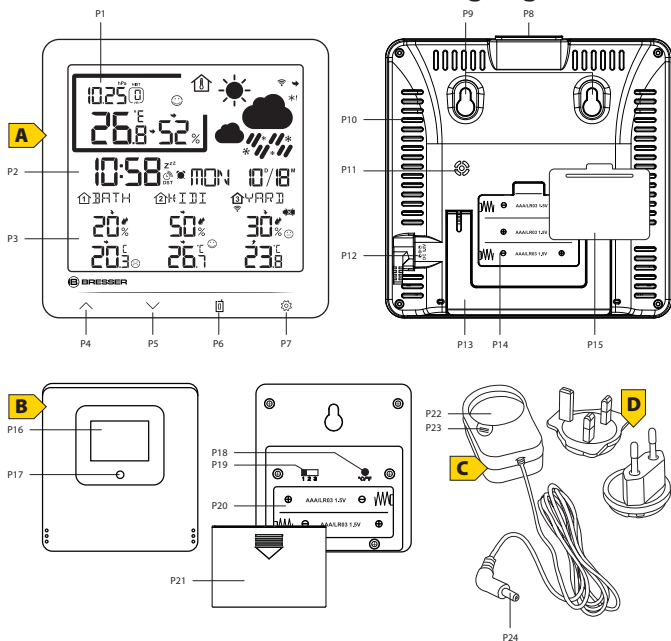

Fig. 1: Alle Teile der Basisstation (oben), der Sensoren (unten links) und des AC-Netzadapters (unten rechts) in der Übersicht.
3. Teileübersicht und Lieferumfang (Fig. 1)